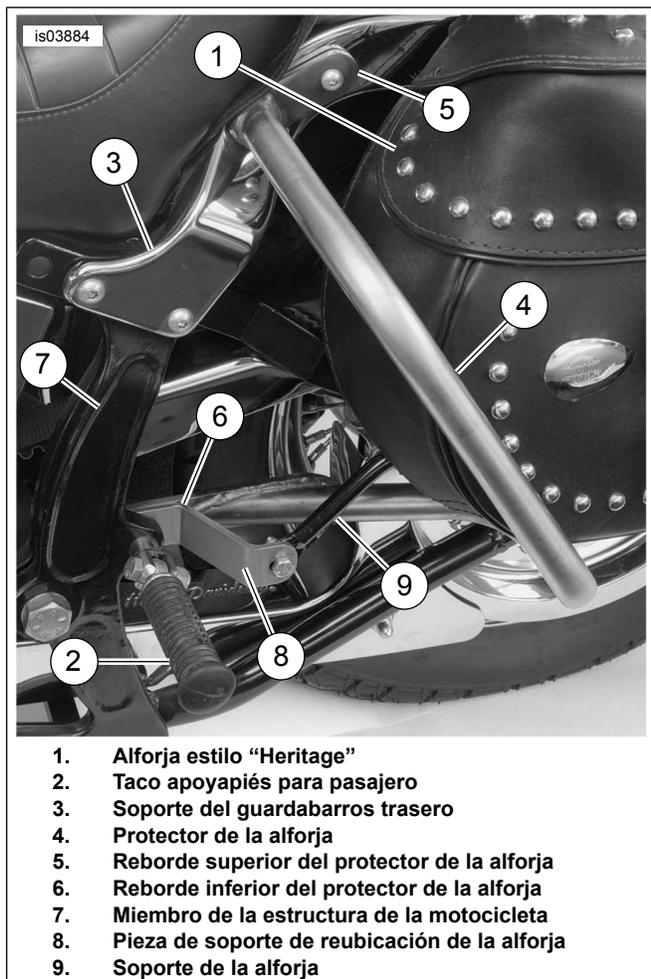
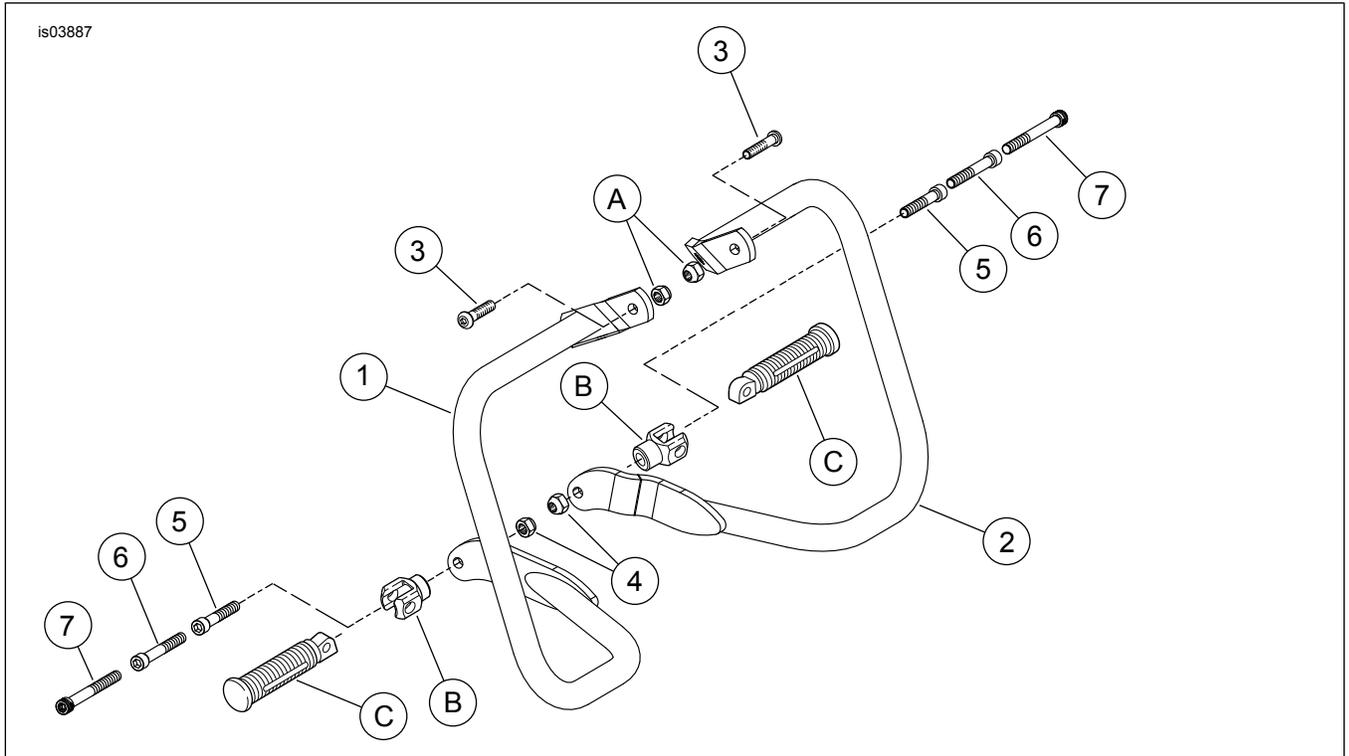

Figura 2. Protector de la alforja trasero instalado – lado izquierdo
Figura 3. Piezas de servicio: protector de la alforja trasera Softail
Vea la Figura 3 y la Tabla 1.
4. Vea la Figura 2. Instale el reborde superior (5) del protector de la alforja (4) contra el soporte del guardabarros (3). Instale el perno con cabeza de botón de 3/8-16 x 1-3/4 pulg. con la pieza de soporte de la correa del asiento (si está equipado) y los elementos de sujeción que se quitaron en el paso 3 (si están equipados) y la tuerca en el mismo sentido que el perno que se extrajo en el paso 3. Apriete con los dedos solamente.
5. Coloque el reborde inferior (6) del protector de la alforja (4) contra la superficie del lado interior de la estructura de la motocicleta (7) en la ubicación donde se sujeta el taco apoyapiés (2) (o perno de la placa apoyapiés del pasajero). Si va a instalarse el kit de reubicación de las alforjas estilo "Heritage", pieza N° 90238-00, la pieza de soporte debe colocarse entre el reborde del protector de la alforja y el miembro de la estructura de la motocicleta. Siga las instrucciones de instalación incluidas con ese kit.
6. Vea la Figura 3. Establezca la aplicación para su modelo y siga el procedimiento de instalación correspondiente descrito a continuación: **En los modelos con taco apoyapiés para el pasajero, pero que no tienen la pieza de soporte de reubicación de la alforja:** Instale el tornillo de casquete con cabeza de casquillo de 3/8-16 x 2-3/4 pulg. (6) (para los modelos FLSTC de 2007 y posteriores, use el tornillo de casquete con cabeza de casquillo de 3-1/2 pulg. de largo [7] del kit) a través del soporte del taco apoyapiés (B). Instale el soporte en la estructura. Apriete el perno del soporte a 47-61 N·m (35-45 lb-pie). Instale el reborde inferior del protector de la alforja sobre el perno que sale de la superficie interior del miembro de la estructura. Instale la tuerca de seguridad de 3/8-16 en el extremo del perno. Apriete a 47-61 N·m (35-45 lb-pie). Instale el taco apoyapiés (C) de acuerdo con las instrucciones del Manual de servicio. **En los modelos con taco apoyapiés del pasajero y pieza de soporte de reubicación de la alforja:** Instale el tornillo de casquete con cabeza de casquillo de 3/8-16 x 2-3/4 pulg. (6) (para los modelos FLSTC de 2007 y posteriores, use el tornillo de casquete con cabeza de casquillo de 3-1/2 pulg. de largo [7] del kit) a través del soporte del taco apoyapiés. Instale el soporte en la estructura. Apriete el perno del soporte a 47-61 N·m (35-45 lb-pie). Coloque la pieza de soporte de reubicación de la alforja sobre el perno. Instale el reborde inferior del protector de la alforja sobre el perno que sale de la superficie interior del miembro de la estructura. Instale la tuerca de seguridad de 3/8-16 en el extremo del perno. Apriete la tuerca a 47-61 N·m (35-45 lb-pie). Instale el taco apoyapiés (c) de acuerdo con las instrucciones del Manual de servicio. **En los modelos con placa apoyapiés del pasajero con o sin caja de herramientas:** Instale el tornillo de casquete con cabeza de casquillo de 3/8-16 x 2-1/4 pulg. (5) a través del soporte de la placa apoyapiés del pasajero y pieza de soporte de la caja de herramientas (si está equipada). Apriete el perno de montaje de la placa apoyapiés a 47-61 N·m (35-45 lb-pie). Coloque la pieza de soporte de reubicación de la alforja sobre el perno. Instale el reborde inferior del protector de la alforja sobre el perno que sale de la superficie interior del miembro de la estructura. Instale la tuerca de seguridad de 3/8-16 (4) en el extremo del perno. Apriete la tuerca a 47-61 N·m (35-45 lb-pie). **En los modelos con tacos apoyapiés del pasajero y caja de herramientas:** Instale el tornillo de casquete con cabeza de casquillo 3/8-16 x 2-1/4 pulg. (5), del lado interior de la motocicleta, a través del agujero en el reborde inferior del protector de la alforja, pieza de soporte de reubicación de la alforja dentro del miembro de la estructura de la motocicleta. Apriete el perno a 47-61 N·m (35-45 lb-pie). Instale el espaciador del taco apoyapiés del pasajero en el extremo del perno. Apriete el espaciador del taco apoyapiés a 47-61 N·m (35-45 lb-pie). Instale el soporte del taco apoyapiés del pasajero en el extremo del espaciador del taco apoyapiés. Apriete a 47-61 N·m (35-45 lb-pie). Instale el taco apoyapiés (C) de acuerdo con las instrucciones del Manual de servicio.